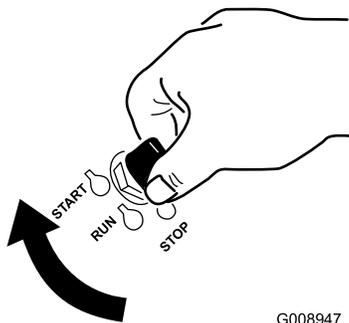

図 13
1. 始動キーを Start 位置に回す (図 13)。エンジンが始動したら、キーから手を離す。
7. 始動キーを Start 位置に回す (図 13)。エンジンが始動したら、キーから手を離す。